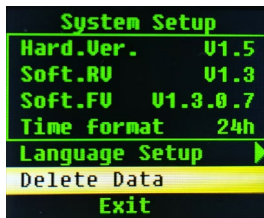

Figura 5.3 Menu delle impostazioni di sistema
- 1) Il menu delle impostazioni di sistema viene mostrato come in Figura 5.3: